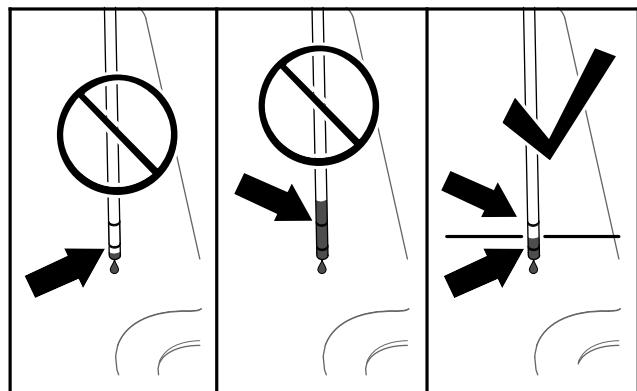

図 82
6. ディップスティックを抜いて油量を点検する図 82。油量は、ディップスティックの 2 本のマークの間にあれば適正である。
7. ディップスティックの最低マークより低い場合は、所定の油圧オイルを補給口図 82 から補給する。2 本のマークが示す規定範囲の中間までオイルを入れる。
8. 所定の油圧オイルを補給口 **図 82**から補給する。